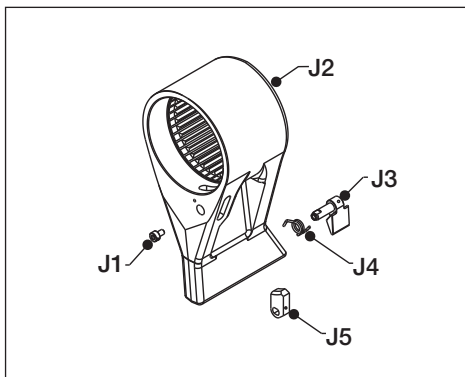

Fig. 26
- Reaksjonsarm (Fig. 26, del J2)
5.3.9 Reaksjonsarmlås – Demontering og sammenmontering igjen (Fig. 26)